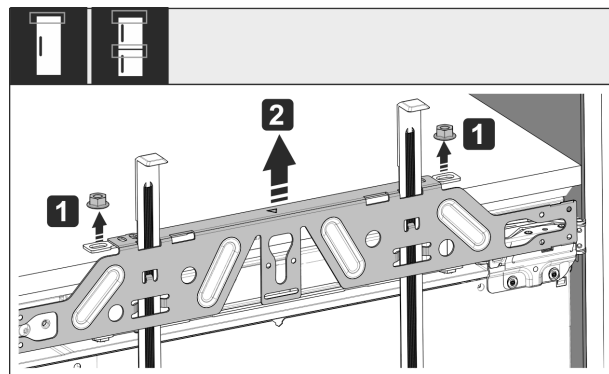

Fig. 54
- ▶ Oldja ki az ellenanyákat Fig. 54 (1).
- ▶ Vegye le a rögzítő keresztartót Fig. 54 (2).